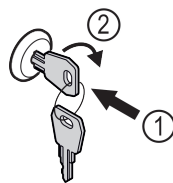

Fig. 167 Príklad zobrazenia
- ▶ Zatlačte kľúč Fig. 167 (1).
- ▶ Otočte kľúč o 90° v smere hodinových ručičiek Fig. 167 (2).